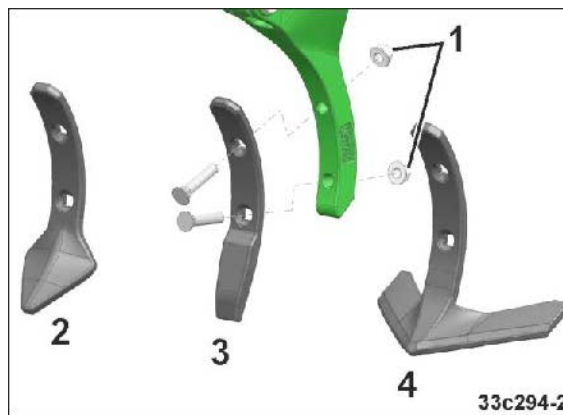

Fig. 167
1. Løsn fastgørelsesmøtrikkerne (Fig. 167/1).
3. Spænd fastgørelsesmøtrikkerne (Fig. 167/1).
Vingeskær (Fig. 167/4)	stort
Hjerteskar (Fig. 167/2)	↓
Smalskær (Fig. 167/3)	lille